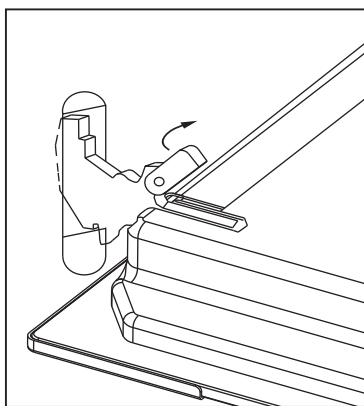

Figure 2
2. Soulever et pousser les petits leviers localisés sur les deux charnières tout au long du bac. (Se référer à la Figure 2.)